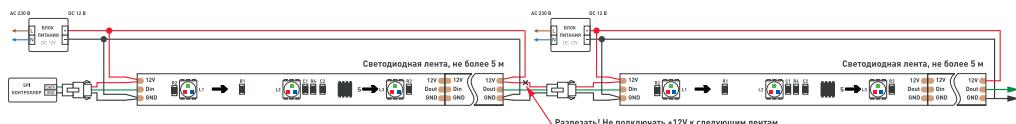
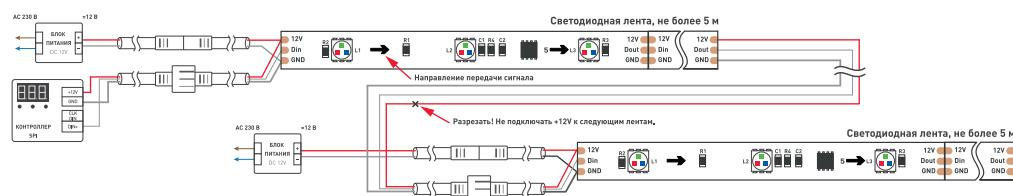

Рис. 1. Схема подключения лент SPI-B30 и SPI-SE-B30 с использованием SPI-контроллера с одним выходным портом и с использованием раздельных блоков питания
Рис. 2. Схема подключения ленты SPI-P-B30 с использованием SPI-контроллера с одним выходным портом и с использованием раздельных блоков питания
- ↗ Подключите ленту в соответствии со схемой рис. 1 и рис. 2. Соблюдайте полярность подключения и направление передачи сигнала (вход/выход). Обращайте внимание на маркировку, нанесенную на печатную плату, и на цвета соединительных проводов.
- ✓ Подключите ленту согласно схеме (рис.1, рис. 2).